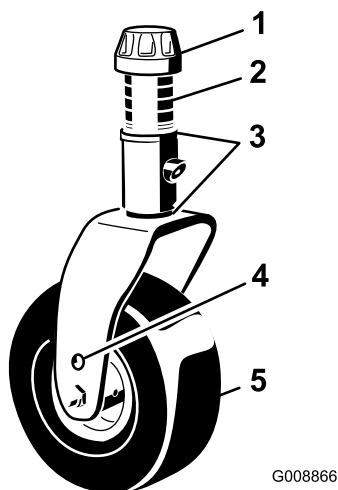
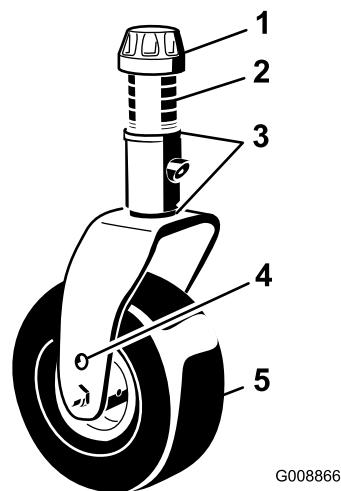
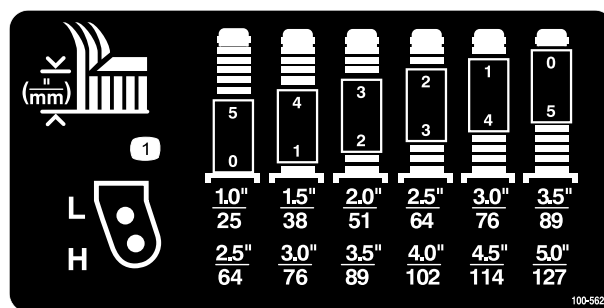

図 2
図 7
図 8
1. スピンドル・シャフトからテンショニング・キャップを取り、スペーサとスラスト・ワッシャを抜き出す（図 2）。
2. 希望する刈高に合わせてキャスト・スピンドルにスペーサを通す；図 7と図 8を参照。スピンドルにスラスト・ワッシャを通し、キャストをキャスト・アームに通す。もう一枚のスラスト・ワッシャと残りのスペーサをスピンドルに通し、テンショニング・キャップで固定する（図 2）。
2. 左右のキャスト・フォークの同じ穴にキャスト・ホイールの軸をセットする。どの穴にセットするかは、図 7と図 8を参照のこと。
3. スピンドルシャフトからテンショニングキャップを取り(図 7)、キャストアームからスピンドルを抜き出す。シム(3 mm)を2枚スピンドルのシャフトに通す(当初の状態と同じに)。これらのシムは、デッキ全体の左右の水平調整に必要となる。希望する刈高に必要な枚数のスペーサ(13 mm厚)をスピンドルシャフトに通し、その上からワッシャを取り付ける。
スペーサの組み合わせ方法については、図 7と図 8を参照のこと。